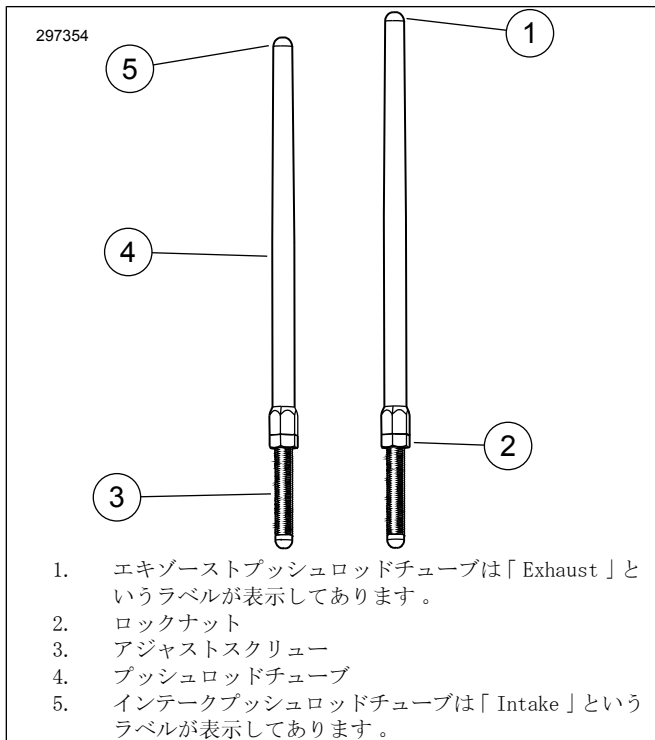

図1. アジャスタブルプッシュロッド
6. 図1すべてのプッシュロッドのロックナットを緩め、一番短い長さに調節します。